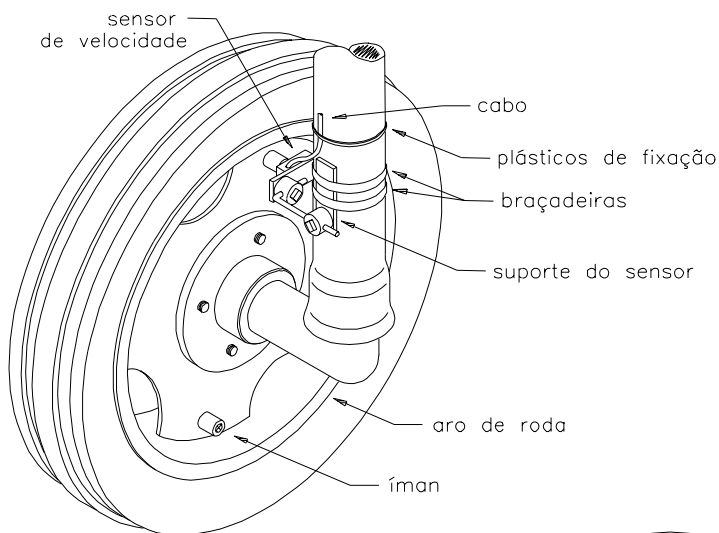

FIGURA 11
3. Instale os ímãs na parte interior da borda do aro de acordo com a figura 11;12;13;. Estes ímãs devem ser montados em ordem alternada vermelho e preto.
4. Monte o sensor do conjunto na coluna de acordo com a figura 11.